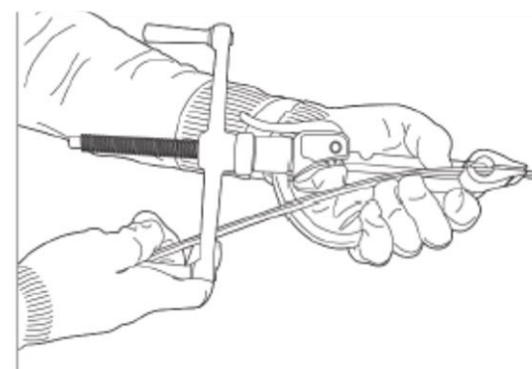
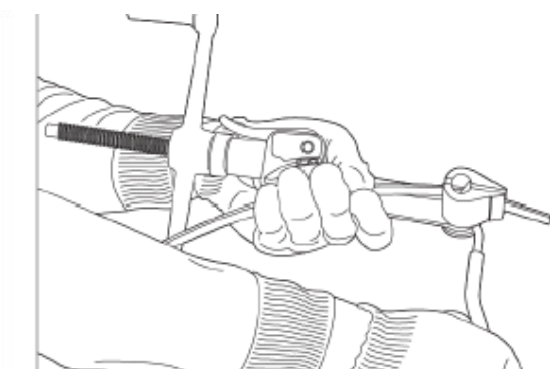

Рисунок 2
Рисунок 3
**Производитель работ** с помощью инструмента ИНСЛ-1 отрезает необходимое количество стальной ленты ЛМ-50 – два отрезка (для чего необходимо движущуюся рукоятку, расположенную возле приемного паза, прижать к корпусу, затем поместить стальную ленту в отрезное устройство (рисунок 2) и путем отжима рукоятки ножа от корпуса инструмента отрезать стальную ленту (рисунок 3).).